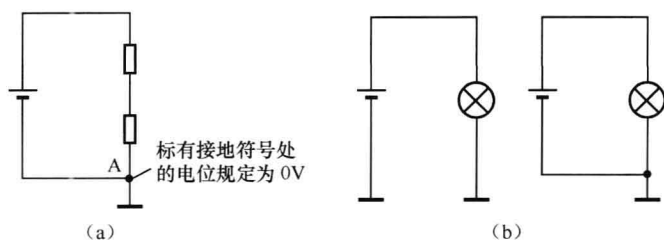

图 1-8 接地符号含义说明图
① 在电路中, 接地符号处的电位规定为 0V。在图 1-8 (a) 所示电路中, A 点标有接地符号, 规定 A 点的电位为 0V。
② 在电路中, 标有接地符号的地方都是相通的。图 1-8 (b) 所示的两个电路, 虽然从形式上看不一样, 但电路的实际连接是一样的, 故两个电路中的灯泡都会亮。